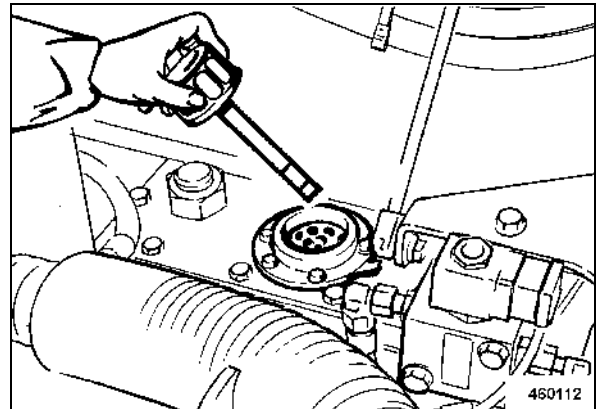

fig. 127
- Retirer le couvercle du réservoir de l'huile hydraulique (fig. 127).